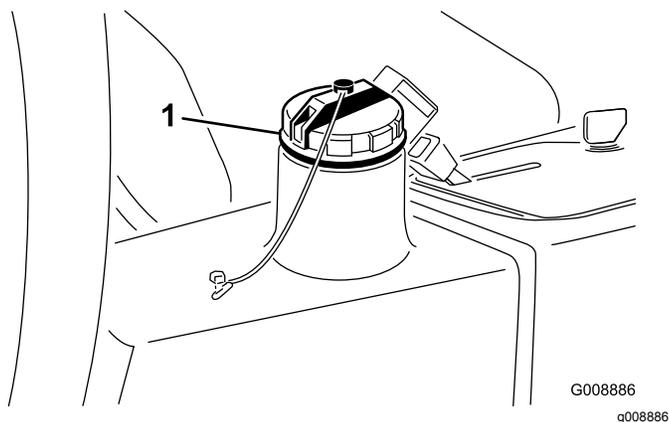

Figura 41
2. Limpie la zona alrededor del cuello de llenado y el tapón del depósito de fluido hidráulico (Figura 41) y retire el tapón.